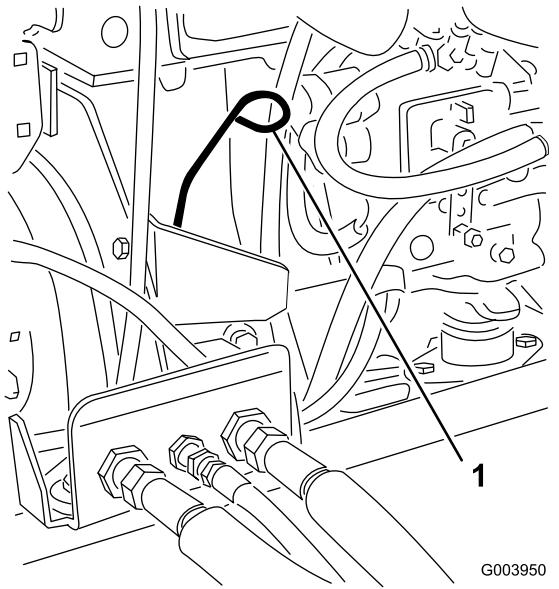

図 32
3. ディップスティックを抜き取り、付いているオイルをウェスで拭きとつてもう一度差し込む(図 32)。